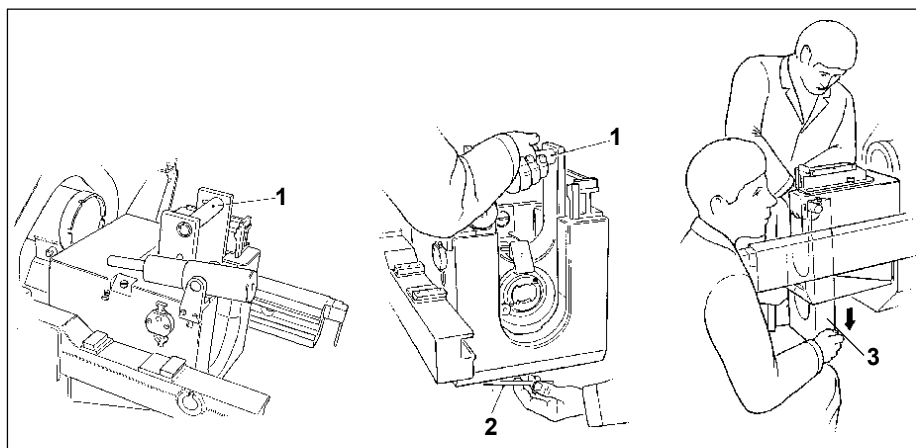

Fig 8-10. Retirada da cunha
(8) Coloque a alça para transporte da cunha L1A2 nos alojamentos dos pinos charneira (1). Levante (2) a cunha com cuidado, somente o necessário para retirar a barra de retenção da cunha L1A1 (3) e lentamente desça a cunha pela abertura inferior da culatra. (Fig 8-10)